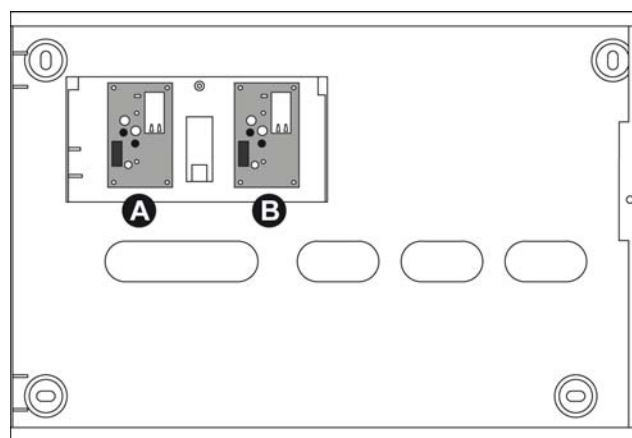
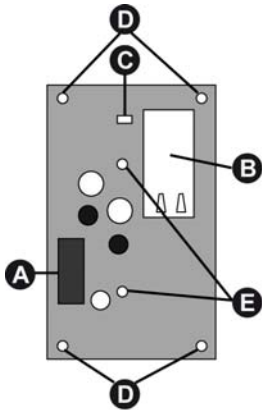

Fig.2 - MP508M/TG
Fig. 3
La scheda può essere inserita *nell'armadio metallico* della centrale di fig.2 nelle posizioni **A**, **B**.
Attenzione: Se è montato il Modulo GSM IMG500 la posizione consentita per MP508TG è solo **C** (fig.2) mentre per MP508M/TG è solo **A** (fig.3).
- Per ARMADIO PLASTICO: Fissare con le viti in dotazione in corrispondenza dei fori **D** (fig.3)
- Per ARMADIO METALLICO: Fissare con le viti e distanziali in dotazione in corrispondenza dei fori **E** (fig.3)
- Inserire il cavo Flat 10 vie nel connettore polarizzato in posizione **A** (Fig.3)
- Inserire il cavo Ethernet LAN sul connettore RJ45 indicato con **B** (Fig.3)
Sulla scheda dell'interfaccia il **LED C** (fig.3) sarà acceso per indicare il corretto indirizzamento e lo stato di LINK.